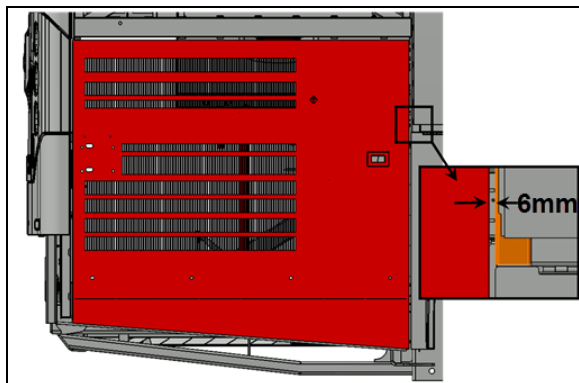

FIGURE 53:
- Vérifier le jeu entre la porte et l'aile arrière au niveau du bras supérieur de la porte. Le jeu devait être $1/4''$ (6 mm) (Figure 53:).